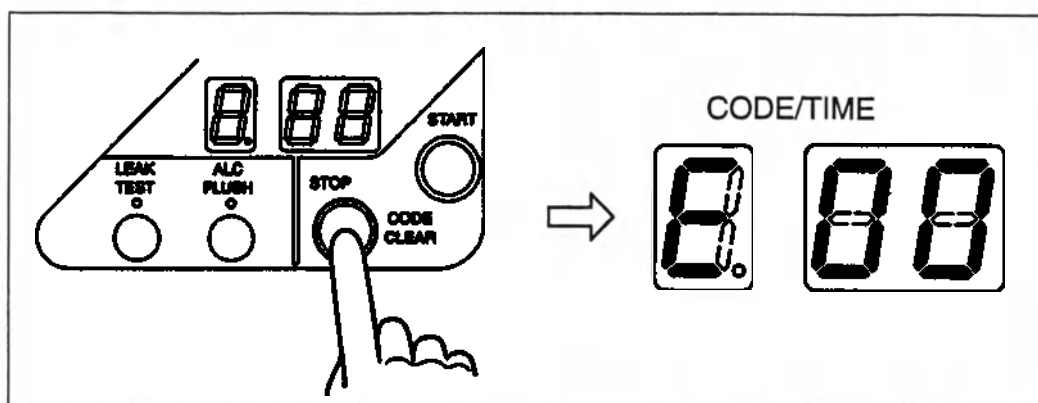

Рис. 5.17
4. Для прерывания процесса продувки воздухом нажмите кнопку «STOP/CODE CLEAR» на главной панели управления. При этом на дисплее «CODE/TIME» главной панели управления отобразится код ошибки «E00» (см. рис. 5.17).